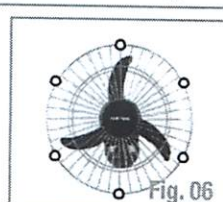

Fig. 06
- 1º- Posicione a grade (07) no encaixe do motor (09), depois rosqueie a porca (06) no motor;
- 2º- Alinhe o encaixe traseiro (05) da hélice (04), com o pino trava (08) encaixando a hélice no mesmo;
- 3º- Coloque a porca (03) na ponta do eixo do motor apertando-a em sentido anti-horário (esquerda) até encostar na hélice;
- 4º- Encaixe o acabamento (01) na grade dianteira(02) e fixe-o com os parafusos atarrachantes (29);
- 5º- Posicione a grade dianteira em frente a grade traseira (07), engate as presilhas de segurança (26) na circunferência da grade, fig. 06;